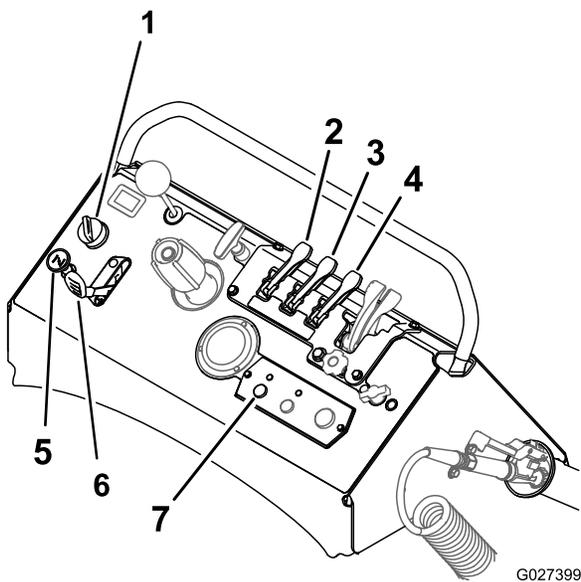

Figura 46
- Arranque el motor (Figura 46) y asegúrese de que la palanca de control de movimiento está en la posición de punto muerto; consulte Cómo arrancar el motor \(página 25\).
- Ponga el interruptor de la bomba de fumigación en la posición de Encendido y ponga el acelerador en la posición de Rápido (Figura 46).
- Mueva la palanca de agitación del depósito a la posición de Activado (Figura 46).
- Tire hacia atrás de las dos palancas de patrón de fumigación ancho y estrecho, hasta la posición de activado (Figura 46).
- Mueva las palancas de los patrones de fumigación a la posición de Desactivado, ponga el interruptor de la bomba de fumigación en la posición de Desactivado y pare el motor (Figura 46).